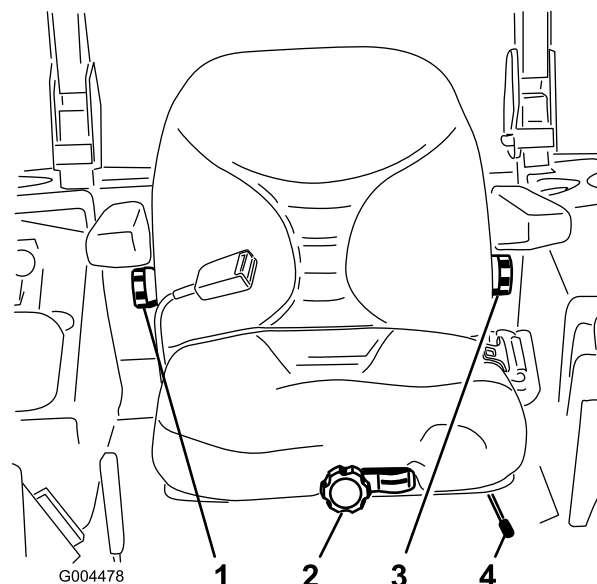

Bild 29
1. Wenn Sie den Sitz verstellen möchten, bewegen Sie den Hebel zum Entriegeln des Sitzes zur Seite (Bild 29).
Setzen Sie sich nicht auf den Sitz und drehen Sie das Handrad zum Verstellen an der Vorderseite solange, bis der gewünschte Komfort erreicht ist (Bild 29).
Drehen Sie zum Verstellen das Handrad unter der rechten Armlehne solange in eine Richtung, bis der gewünschte Komfort erreicht ist (Bild 29).
Drehen Sie zum Verstellen das Handrad unter der linken Armlehne solange in eine Richtung, bis der gewünschte Komfort erreicht ist (Bild 29).